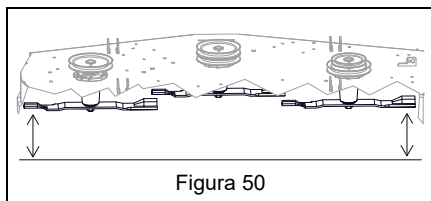

Figura 50
3. Inserire il freno di stazionamento. Vedere Figura 50.